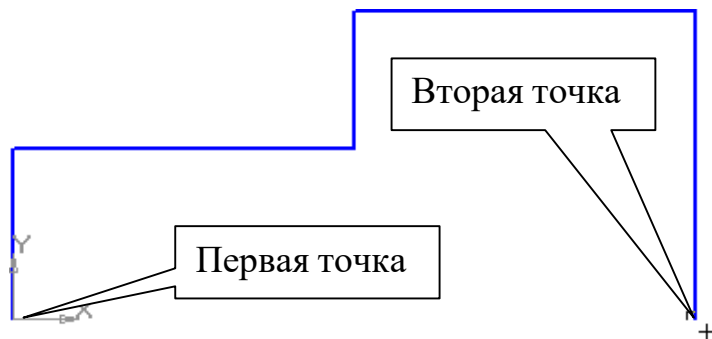

Рис. 5
• Для выполнения осевой линии активизируйте на панели **Обозначения – Осевая линия по двум точкам**, . Курсором укажите две точки, рис. 5. Осевая линия построена. Прервите команду .